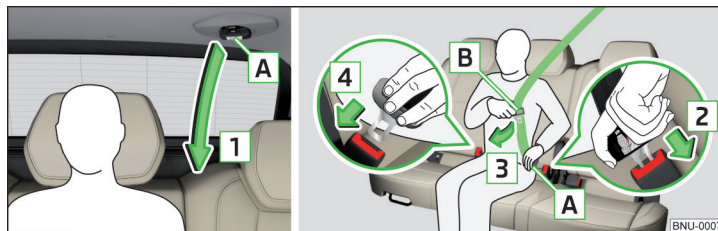

Fig. 20 Colocar/quitar el cinturón de seguridad sobre el asiento VarioFlex central
- » Tirar lentamente el cinturón en la lengüeta de cierre **[A]** » **fig. 20** hacia abajo en el sentido de la flecha **[1]**.
- › Agarrar la lengüeta del cinturón **A** » fig. 20 y pulsar la tecla roja en el cierre del cinturón, la lengüeta del cinturón saldrá disparada.